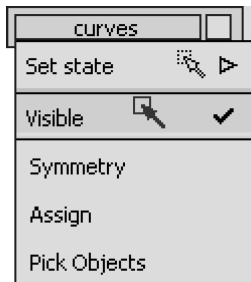

图 3-86 取消显示【curves】层
- 39 在层栏的【curves】层中,按住鼠标左键显示下拉菜单,在菜单中取消勾选【Visible】,不显示该层,如图 3-86 所示。